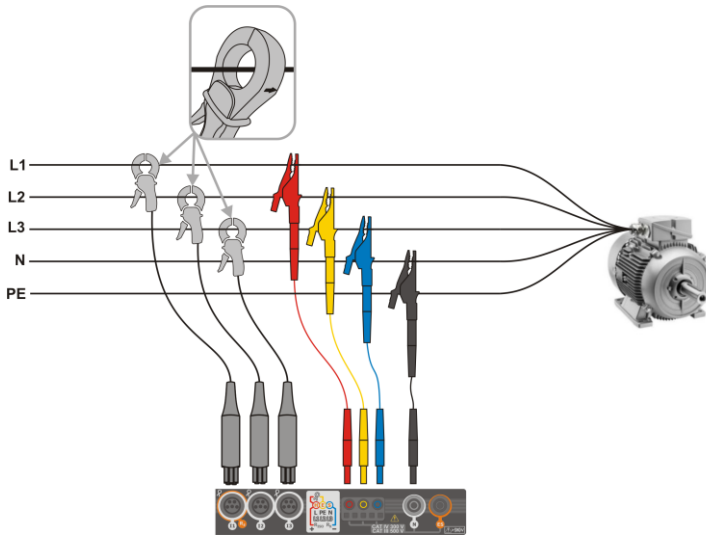

Fig. 5.5 Anschlussdiagramm – 3-phasig 4-Leiter
- 3-Phasen 4-Leiter (Fig. 5.5),